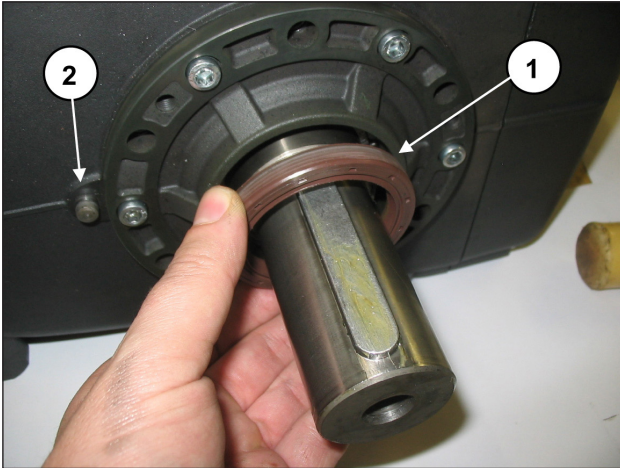

Abb. 33
Für die Änderung der Version und die Anbringung des Getriebeaggregats in nicht vorgesehenen Baupositionen müssen Sie den Ölabbstreifring der Welle abnehmen (Abb. 33, Pos. ①) und den Bezugsstift Ø8 des Getriebegehäuses im Gehäuse einsetzen (Abb. 33, Pos. ②).
Verfahren Sie dann gemäß den Schritten in Abschn. 2.1.5. Führen Sie bei Änderung der Version durch Abnahme des Getriebeaggregats von der vorgesehenen Bauposition den Ölabbstreifring der Welle in seinen Sitz am Seitendeckel ein und verwenden Sie hierzu das Werkzeug Art. 27904800 (Abb. 33, Pos. ①).